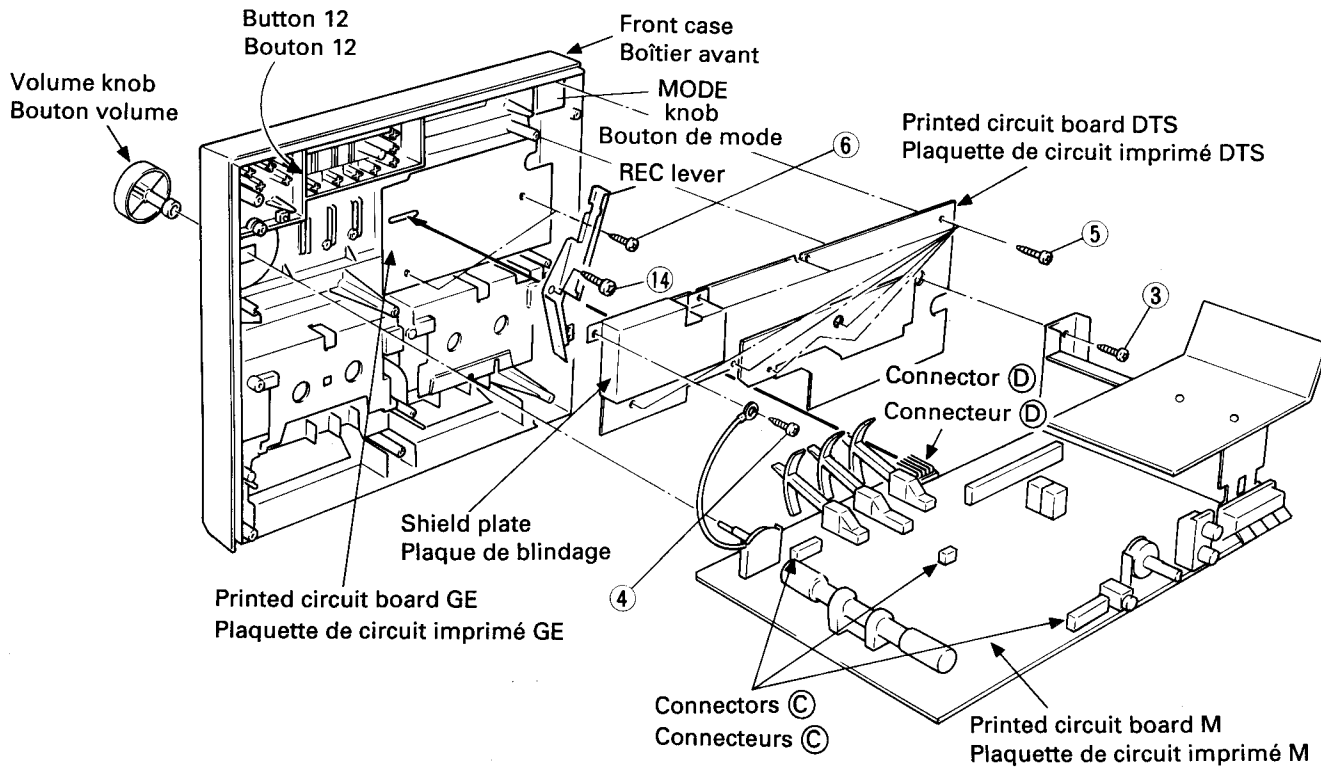

Fig.3
Remove the screw ⑤ and pull off the REC lever. Disconnect the three connectors ⑥ and pull off the Volume knob. Remove the screw ⑦ holding the heat-dispersion fin. Remove the screw ⑧ holding the shield plate and the lug terminal protruding from the printed circuit board M. The printed circuit board M is now free. When removing the printed circuit board M, take care not to damage the connector ⑨ which connects it to the printed circuit board GE. (Fig. 3)
Remove the seven screws ⑩. The printed circuit board DTS can now be removed from the shield plate. (Fig. 3)
Remove the two screws ⑪. The printed circuit board GE can now be removed. The mode knob and button 12 can be removed. (Fig. 3)
la borne à cosse dépassant de la plaquette de circuit imprimé M. La plaquette de circuit imprimé M est ainsi libérée. Lors du retrait de la plaquette de circuit imprimé M, prendre soin de ne pas endommager le connecteur ⑨ qui la raccorde à la plaquette de circuit imprimé GE. (Fig. 3)
Retirer les sept vis ⑩. La plaquette de circuit imprimé DTS peut maintenant être séparée de la plaque de blindage. (Fig. 3)
Retirer les deux vis ⑪. La plaquette de circuit imprimé GE peut alors être déposée. Le bouton de mode et le bouton 12 peuvent être retirés. (Fig. 3)